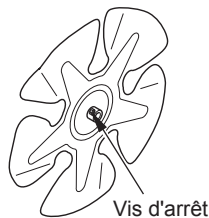

Figure 7 - Emplacement de la vis d'arrêt
8. Utilisez une clef hexagonale pour desserrer la vis d'arrêt qui retient le ventilateur à l'arbre moteur (voir figure 7). Retirez le ventilateur. Prenez garde de ne pas endommager le pas des pales du ventilateur.